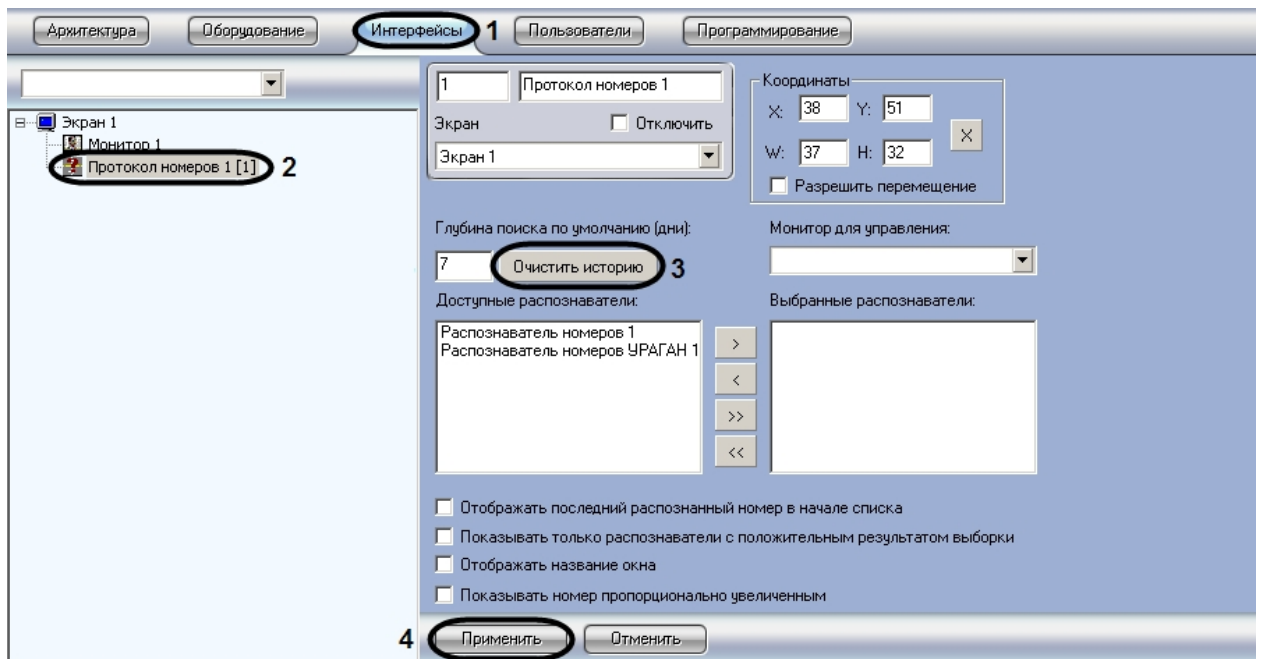

Рис. 89. Очистка истории событий в протоколе номеров
1. Перейти на вкладку «Интерфейсы» диалогового окна «Настройка системы» (см. Рис. 89, 1).
2. Выбрать в дереве объект «Протокол номеров» (см. Рис. 89, 2).
3. Нажать кнопку «Очистить историю» (см. Рис. 89, 3). В результате весь список событий в протоколе номеров будет удален.
4. Нажать кнопку «Применить» для сохранения настроек (см. Рис. 89, 4).